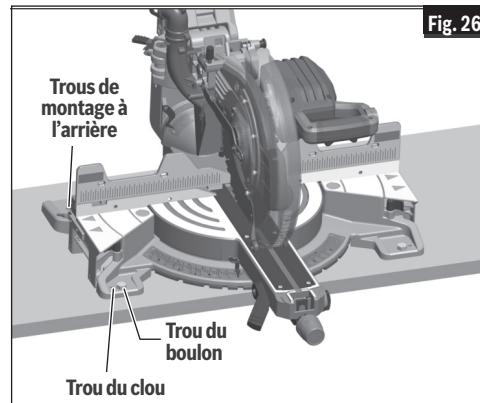

Fig. 26
1. Chacun des quatre trous de montage doit être boulonné solidement à l'aide de boulons de 5/16 po (M8), de rondelles d'arrêt et d'écrous hexagonaux (non fournis) (Fig. 26).
3. Percez quatre (4) trous de 5/16 po (8mm) de diamètre à travers l'établi.